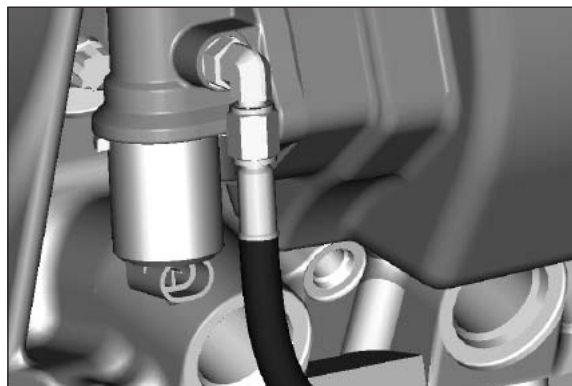

Abb. 9
8. Die Hochdruckleitung fest am Ventil anschließen. Den Schlauchanschluss von Hand anziehen und dann um 2 Abflachungen festziehen (**Abb. 9**).